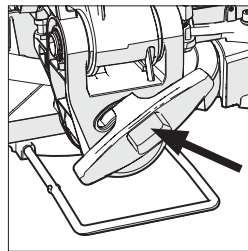

Fig. 20
- Afloje el tornillo de bloqueo del bisel (**Fig. 20**).